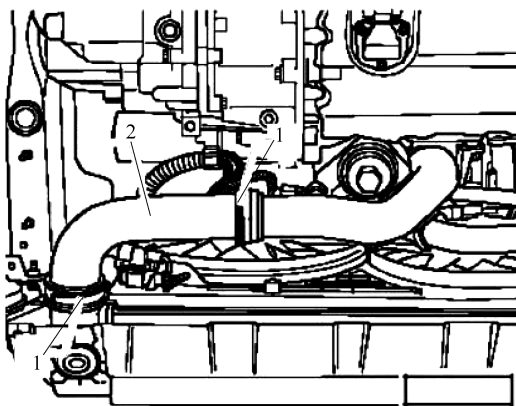

图 4-2-8 拆卸空气软管
- 16) 松开卡箍，拆下空气软管，如图 4-2-8 所示。